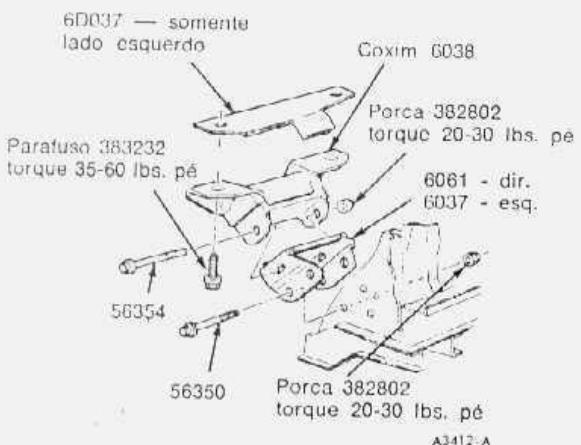

fig. 4 — suportes dianteiros do motor
8. Girar a árvore de manivelas para a posição "B" da fig. 4. Verificar e instalar as porcas nos prisioneiros das seguintes válvulas:
O(s) suportes dianteiros estão localizados em cada lado do motor (fig. 4). Os procedimentos seguindo aplicam tanto para o suporte direito como para o esquerdo.
- Retirar a porca e o parafuso de fixação do coxim de suporte (fig. 4).